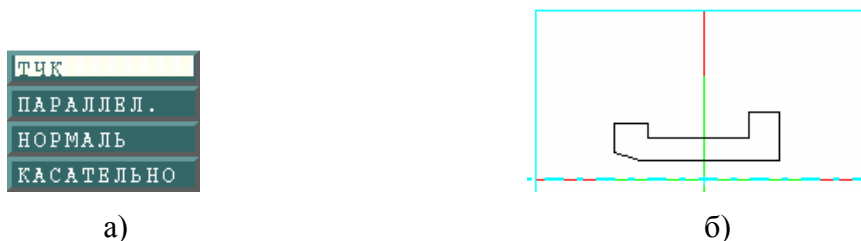

Рисунок 9 – Используемые привязки и контур детали
- 1.4.6.3. В процессе построения эскиза можно использовать привязки, для этого в любом месте экрана щелкаем кнопкой **<РЕЖЕСТ>** и в появившемся меню выбираем нужную привязку (рисунок 9а). Полученный эскиз изображен на рисунке 9б.